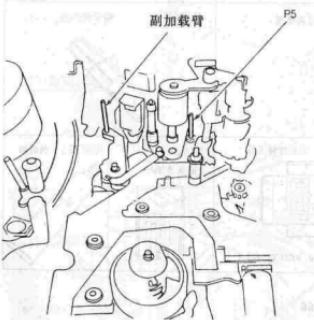

图58
④顺时针方向转动主导电机，直到离合器圆盘锁定（转动一圈，离合器圆盘锁定一次）；
⑤当离合器圆盘锁定时，再次释放变换杆；
⑥重复步骤④和⑤，直到机械处于停机状态，如图58所示。